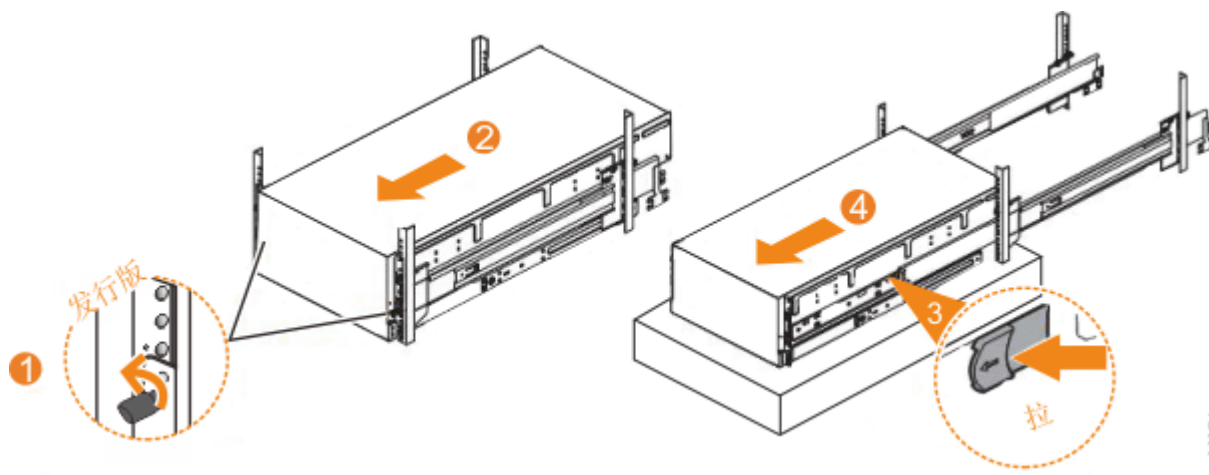

图 107. 从机架中卸下 5U 扩展机柜
1. 拧松机柜前部用于固定的指旋螺钉 **(1)**，如第 86 页的图 107 中所示。
2. 小心地从机架中向前滑出机柜 (2)，如第 86 页的图 107 中所示。
3. 找到机柜前部附近的左侧和右侧蓝色松开卡口。向前拉动这两个松开卡口以解锁抽屉装置（如第 86 页的图 107 中的 3）。
4. 从机架中滑出机柜和内部导轨构件（第 86 页的图 107 中的 4）。